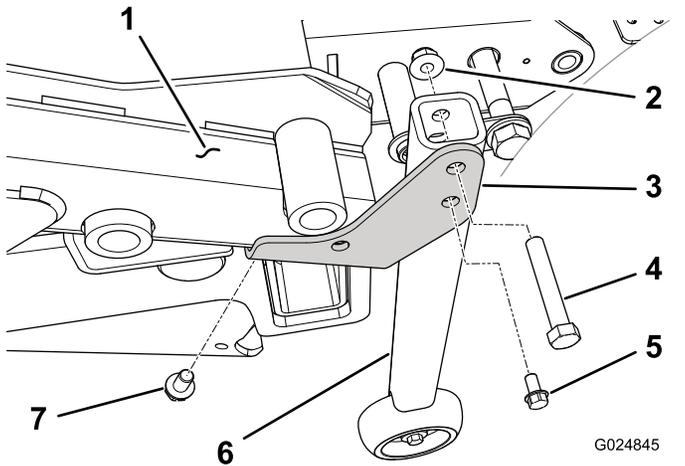

Figura 48
- Montate il gruppo rulli su ciascuna staffa di conversione con un bullone ($\frac{3}{8}$ " x $2\frac{1}{4}$ ") e un dado flangiato (Figura 48).